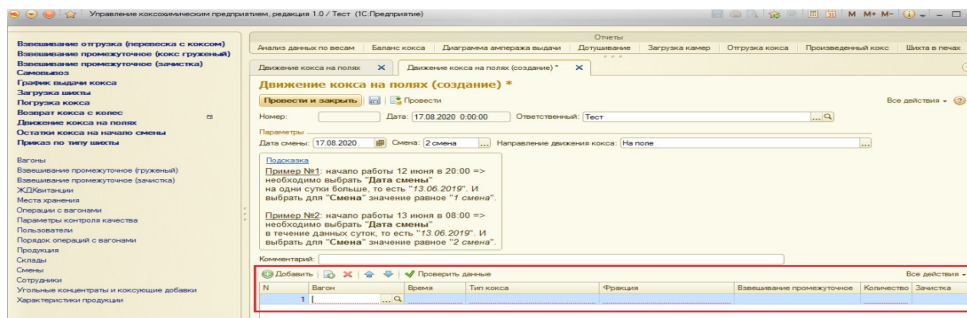

Рисунок 46
- для того чтобы ввести вагоны построчно, необходимо нажать указатель , после чего, откроется строка (рисунок 46):